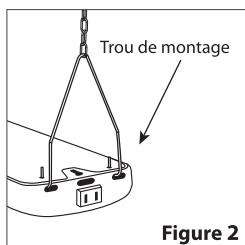

Figure 2
2. Attachez la chaîne aux crochets en V, puis insérez les crochets dans les trous de montage situés sur le capuchon d'extrémité du luminaire (voir la figure 2). Faites cela pour les deux extrémités de la lampe.